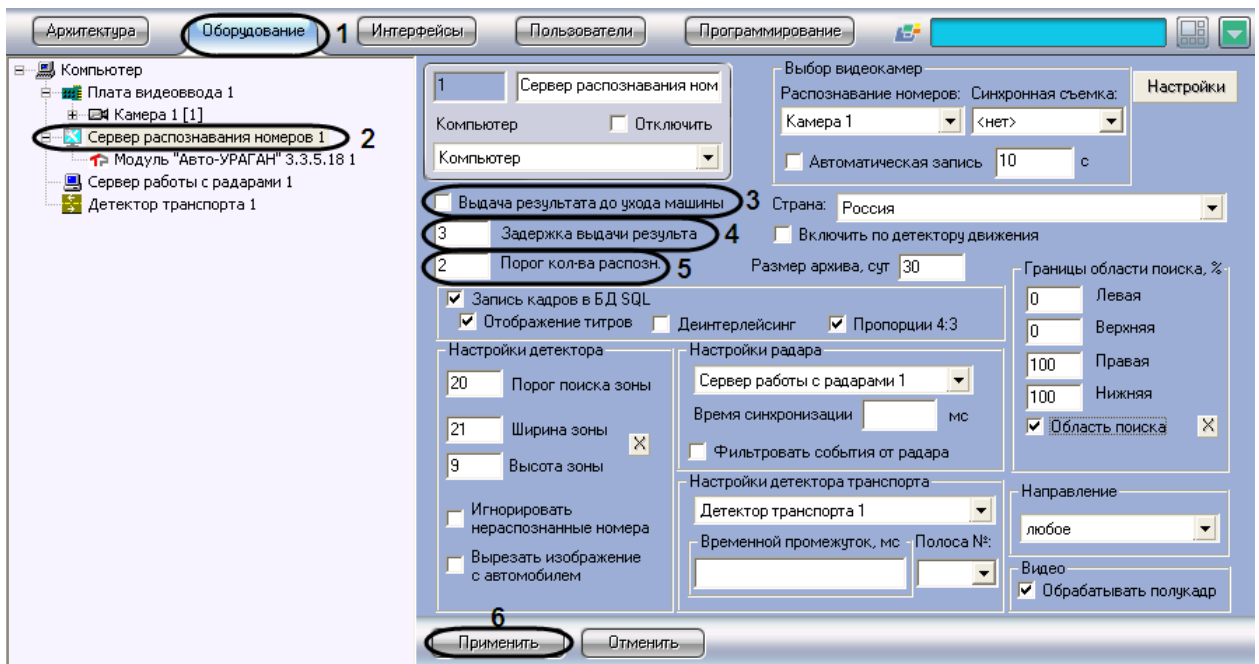

Рис. 7.2-16. Выбор параметров обработки номерного знака
1. В диалоговом окне «Настройка системы» перейти на вкладку «Оборудование» (Рис. 7.2-16, 1).
2. В дереве объектов на вкладке «Оборудование» выбрать объект «Сервер распознавания номеров», соответствующий активированному программному модулю «Авто-УРАГАН 3.3.5.18» (см. раздел «Активация программного модуля, используемого для распознавания номеров», Рис. 7.2-16, 2). В правой части вкладки «Оборудование» отобразится панель настройки выбранного объекта.
3. Установить флажок «Выдача результата до ухода машины» (см. Рис. 7.2-16, 3). В том случае, если флажок «Выдача результата до ухода машины» установлен, результат выдается до реального ухода машины из кадра (номера данной машины из границ поиска номерного знака). В противном случае, окончательный результат выдается только после реального ухода машины из кадра.
4. Задать параметр «Задержка выдачи результ.» (секунды) (см. Рис. 7.2-16, 4). В том случае, если данный параметр задан, результат распознавания будет выдаваться сразу после того, как пройдет промежуток времени, заданный данным параметром. Данный промежуток времени начинает отсчитываться после первого распознавания номерного знака.
*Примечание. Данный параметр используется только при установленном флажке «Выдача результата до ухода машины» (см. Рис. 7.2-16, 3).*
5. Задать параметр «Порог кол-ва распозн.» (см. Рис. 7.2-16, 5). В том случае, если данный параметр задан, результат распознавания будет выдаваться сразу после того, как количество надежных распознаваний номерного знака превысит значение данного параметра. Счетчик количества распознаваний является накопительным и не сбрасывается в случае временных потерь данной зоны или неправильных распознаваний.
*Примечание. Данный параметр используется только при установленном флажке «Выдача результатов до ухода машины» (см. Рис. 7.2-16, 3).*
6. Нажать кнопку «Применить» (см. Рис. 7.2-16, 6).